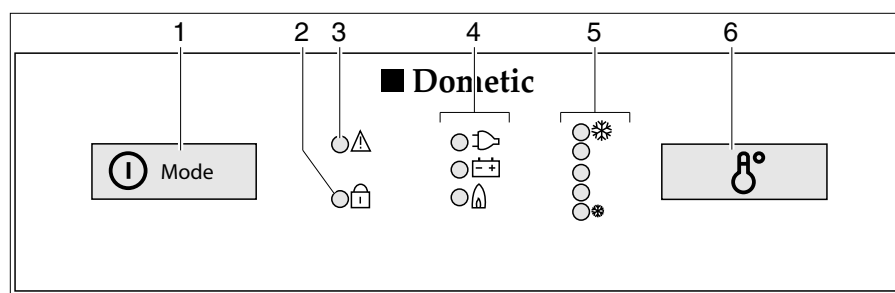

Fig. 333 Elementos de mando para el frigorífico (Dometic de la serie 8 con SMSE)
- Pulsar el conector/selector de energía (Fig. 333,1) 2 segundos para conectar el aparato. Se ilumina el LED del último modo de funcionamiento seleccionado.
- Si fuera necesario, pulsar el conector/selector de energía (Fig. 333,1) varias veces brevemente hasta que se ilumine el piloto gas "🔥". El suministro de gas está abierto. El encendido se realiza automáticamente. Se oye un sonido de tic-tac hasta que el proceso de encendido se haya llevado a cabo con éxito.
- Ajustar la temperatura de refrigeración con el conmutador para el ajuste de la temperatura (Fig. 333,6).
- Si fuera necesario, pulsar el conector/selector de energía (Fig. 333,1) varias veces brevemente hasta que se ilumine el piloto 230 V "⏏".
- Si fuera necesario, pulsar el conector/selector de energía (Fig. 333,1) varias veces brevemente hasta que se ilumine el piloto 12 V "⏏".